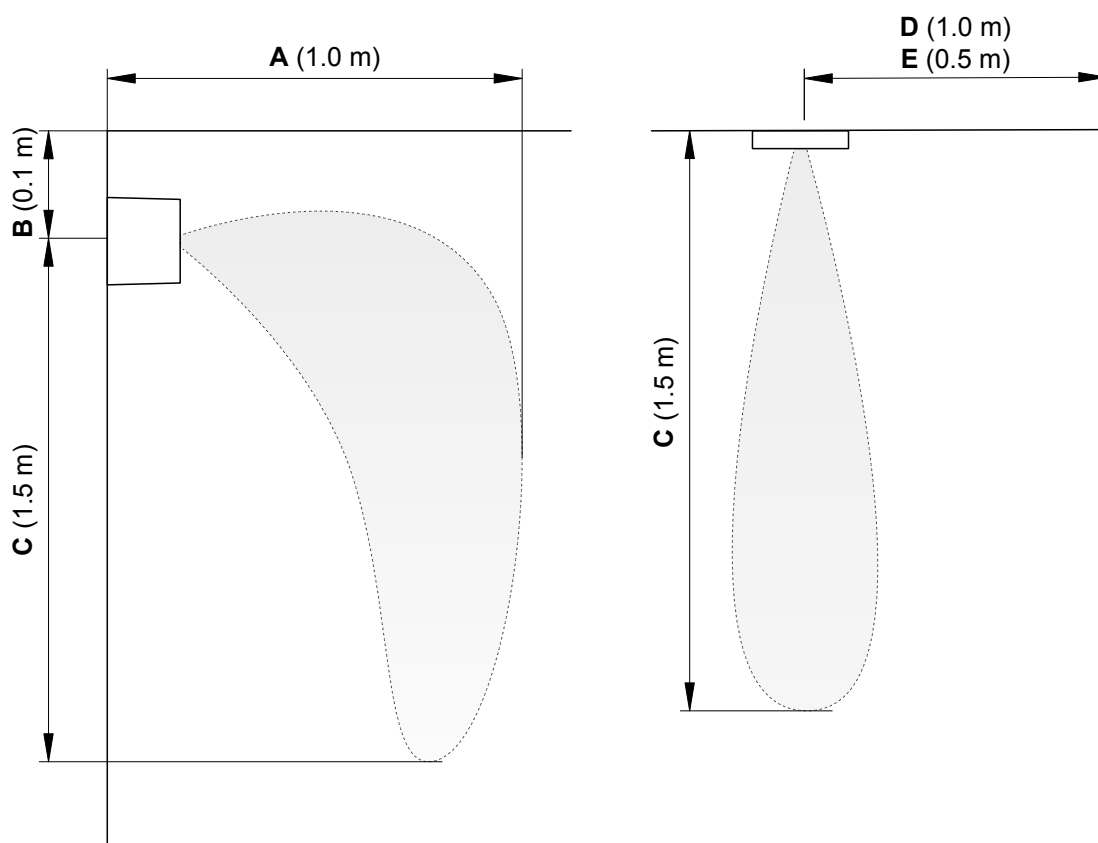

Fig. 7 : Distances minimales à respecter lors du positionnement des unités d'humidification
- Placez les unités d'humidification de façon à ce que la brume puisse se répartir librement dans la pièce et ne soit pas dirigée vers des obstacles tels que des poteaux, des meubles, des murs extérieurs froids, des surfaces de fenêtre, etc., sur lesquels l'air humide pourrait se condenser. Les distances minimales à respecter sont indiquées ci-dessous et dans la Fig. 7.